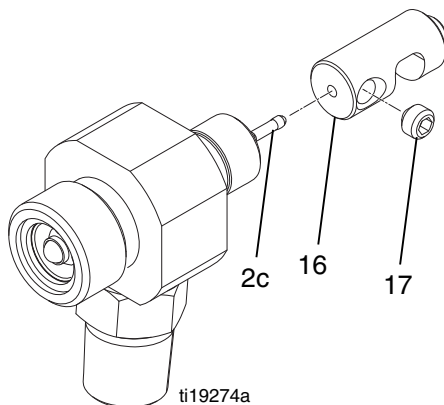

FIG. 9
6. En maintenant le guide du ressort (16) pour éviter la déformation du pointeau (2c), desserrez les vis de réglage (17), puis retirez le guide du ressort (16). Consultez la FIG. 9.